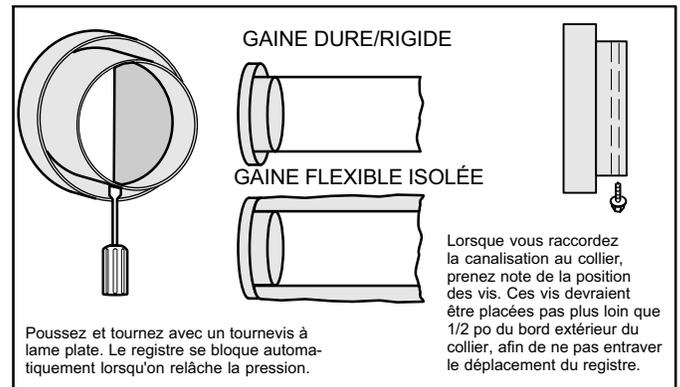

Figure 29. Colliers d'équilibrage intégrés (HRV3-150/200 et ERV3-150/200 seulement)
Les installations où le VRC/HRV ou VRE/ERV est raccordé directement à la reprise d'un appareil de traitement de l'air pourrait exiger un amortissement additionnel sur la canalisation qui achemine l'air neuf dans l'édifice. La figure 29 fait voir les détails des colliers d'équilibrage intégrés qui sont fournis sur les appareils HRV3-150/200 et ERV3-150/200.
6. **Mesure de l'air neuf** — Introduisez les deux raccords en caoutchouc provenant de l'instrument de mesure dans les orifices d'équilibrage de l'AIR NEUF (voyez la figure 29). Scellez les orifices d'équilibrage de l'AIR